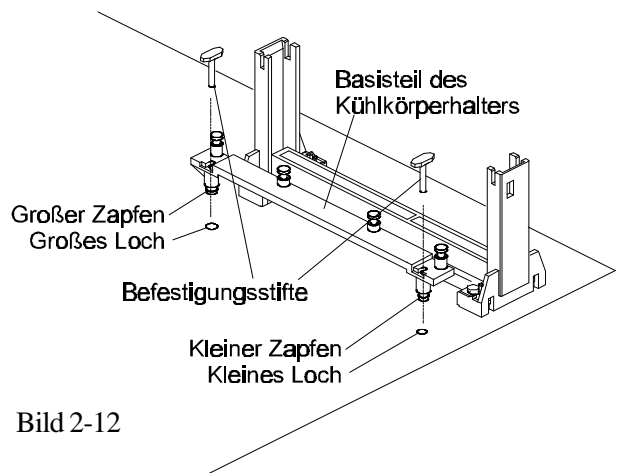

Bild 2-12
1. Zuerst müssen die beiden Befestigungslöchern für den Kühlkörperhalter auf dem HOT-673 Mainboard gefunden werden. Man beachte, daß ein Loch größer ist als das andere. (siehe Bild 2-12)
2. An dem Basisteil des Kühlkörperhalters befinden sich zwei Kunststoff-Zapfen. Das Basisteil muß so auf dem Mainboard aufgesetzt werden, daß der große Zapfen durch das große Befestigungsloch geführt wird, und der kleine Zapfen durch das kleine Loch. (siehe Bild 2-12)
3. Das Basisteil wird auf dem Mainboard fixiert, indem die Befestigungs-Stifte von oben in die Kunststoff-Zapfen des Basisteils gepreßt werden. (siehe Bild 2-12).